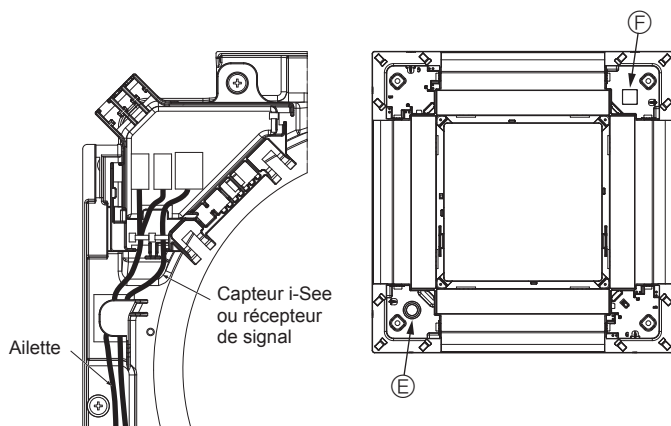

Fig. 5-14
- **Faites passer les fils du capteur i-See et du récepteur de signal comme illustré dans la Fig. 5-14.**